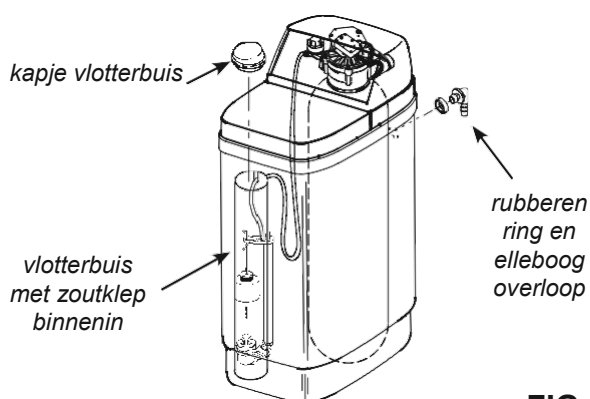

FIG. 10
12. Plaats de meegeleverde rubberen ring en elleboog in het gat van 20 mm in de achterwand van de zouttank. Sluit deze, indien mogelijk, aan op de afvoer. (FIG. 10)
13. Vul de zouttank met 5 liter koud water en voeg vervolgens een zak van het meegeleverde regeneratiezout toe. Zorg ervoor dat het kapje van de vlotterbuis niet wordt verwijderd. (FIG.10)